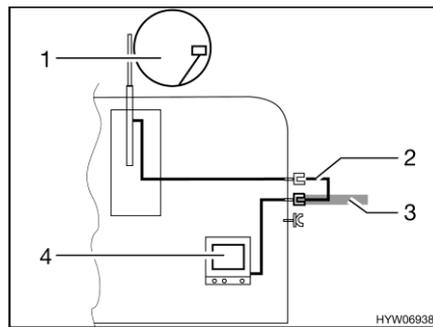

Bild 222 TV im Fahrzeug
- TV im Fahrzeug (Bild 222,4): Anschluss an Dachantenne (Bild 222,1) mit Verbindungskabel (Bild 222,2)
- TV im Fahrzeug (Bild 222,4): Anschluss an externe Antenne (Bild 222,3)